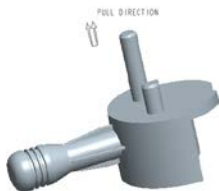

图 10.26 调整模具坐标系后
(1) 在“布局”对话框中的**参考模型起点与定向**区域中单击按钮，系统弹出“获得坐标系类型”菜单。
(2) 定义坐标系类型。在“获得坐标系类型”菜单中选择**Dynamic (动态)**命令，系统弹出“参考模型方向”对话框。
(3) 旋转坐标系。在轴的区域中单击**Y**按钮，在“参考模型方向”对话框的**角度**文本框中输入数值 90。
(4) 在“参考模型方向”对话框中单击**确定**按钮；在“布局”对话框中单击**确定**按钮；系统弹出“警告”对话框，单击**确定**按钮。在**CAV LAYOUT (型腔布置)**菜单中单击**Done/Return (完成/返回)**命令，完成坐标系的调整。结果如图 10.26 所示。